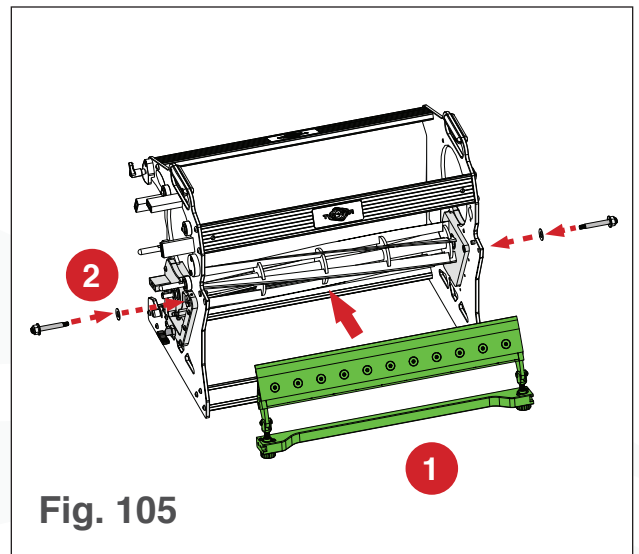

Fig. 105
con los pernos de ajuste en las placas extremas (ver Fig. 105).
36. Coloque los pasadores de la navaja fija a través de las arandelas, luego en los pernos de ajuste de la navaja fija (ver Fig. 105).